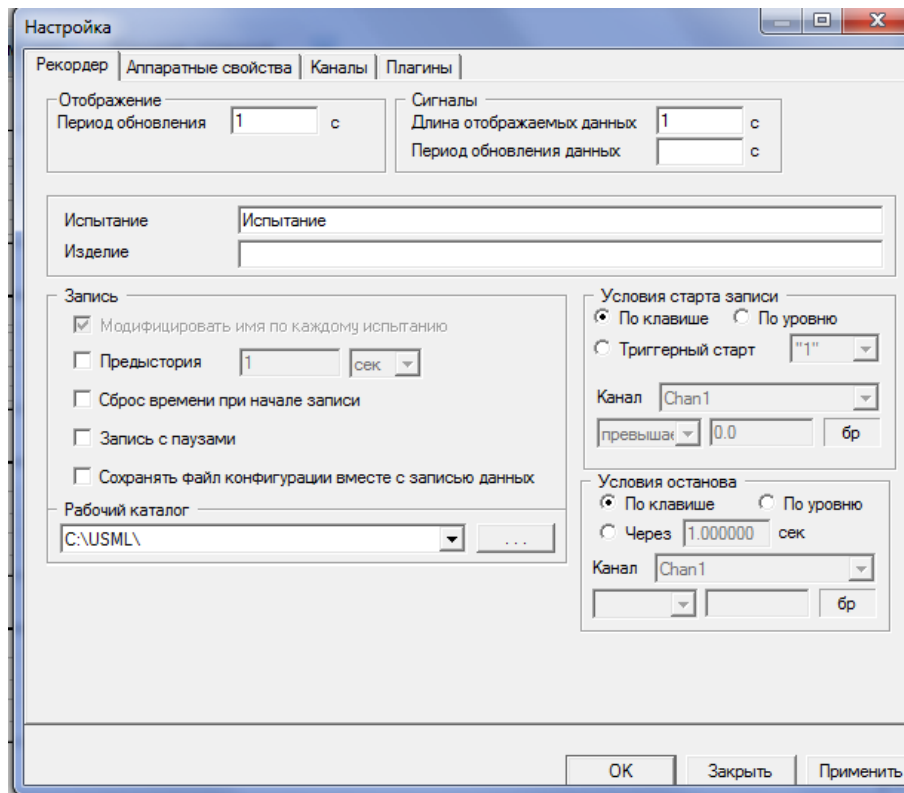

Рисунок 9 - Окно «Настройка»
1) После загрузки Recorder на Панели управления следует кликнуть по кнопке  **Настройка рекордера** или нажать **F12** и в открывшемся окне **Настройка** в верхней строке, выбрать вкладку **Аппаратные свойства** (см. Рисунок 9).